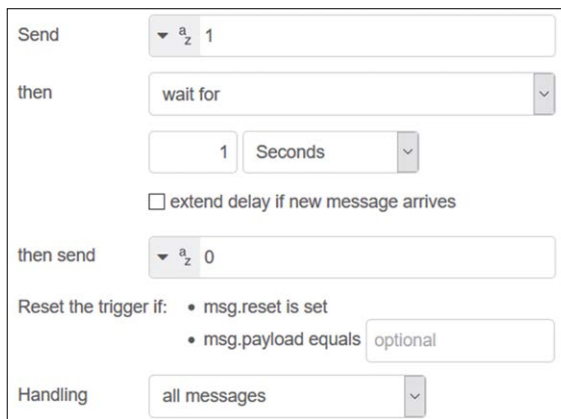

Figure 5.14 Création d'un nœud de déclenchement
- Créer un **déclencher** nœud pour envoyer 1, attendre 1 seconde puis envoyer 0, avec la configuration comme illustré dans la Figure 5.14. Cliquez sur **Terminé**.
- Créer un **déclencher** node pour envoyer 1, attendre 1 seconde et ensuite envoyer 0, avec la configuration comme illustré dans la Figure 5.14, nommez-le 1->0, puis cliquez sur **Terminé**.